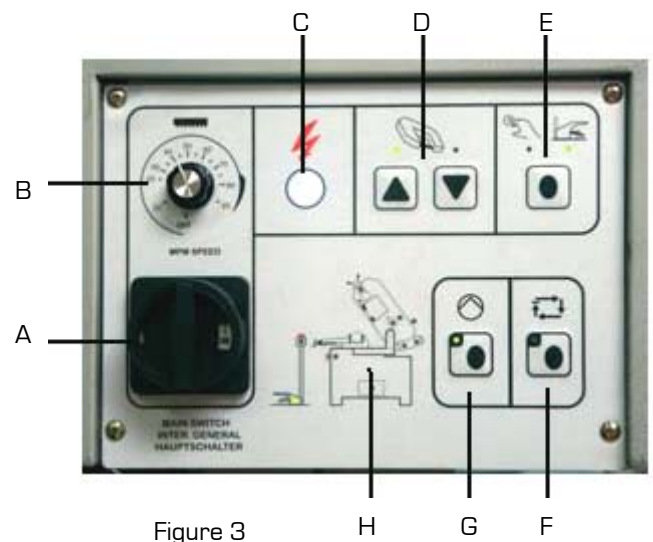
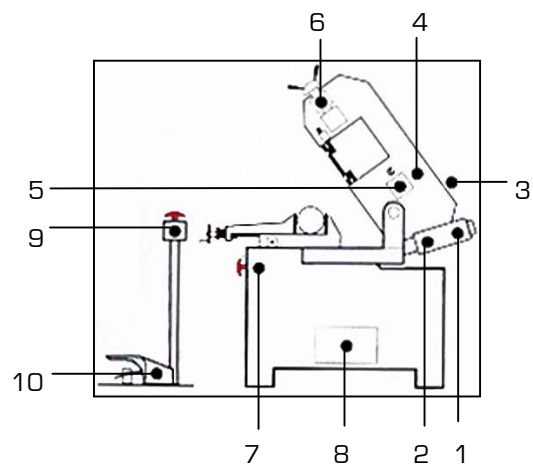

Figure 3
Figure 4
- Sectionneur général cadenassable (mise sous tension) [A fig.3]. Le voyant blanc [C fig.3] précise la mise sous tension.
- Variateur de vitesse [B fig.3] :
- La touche [G fig.3] permet d'activer la centrale hydraulique.
- La touche [E fig.3] propose deux choix :
- Voyant allumé côté main : possibilité de régler la hauteur de l'archet à l'aide des deux touches [D fig.3] et de démarrer le cycle à l'aide de la touche [F fig.3].
**Pupitre de commandes électriques (figure 3)**
**Voyants lumineux (figure 4) sur panneau (H fig.3)**
1. Mettre sous tension et descendre l'archet à l'aide de la touche [D fig.3].